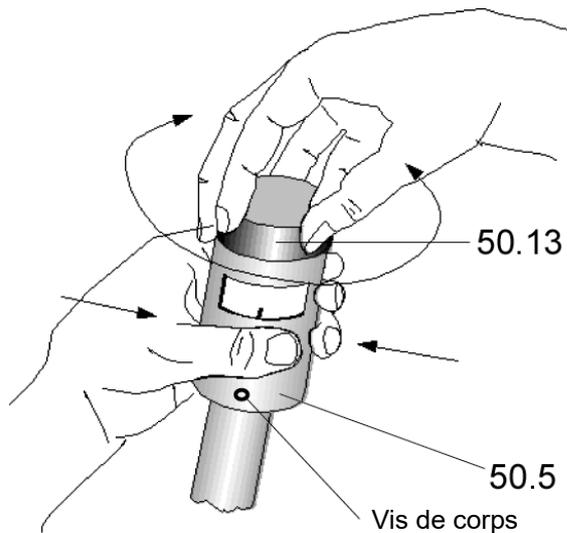

Fig. 6:
Pour ce faire, retirer la bouton noir en tirant dessus (pos. 50.13, Fig. 6) et le replacer après le réglage.